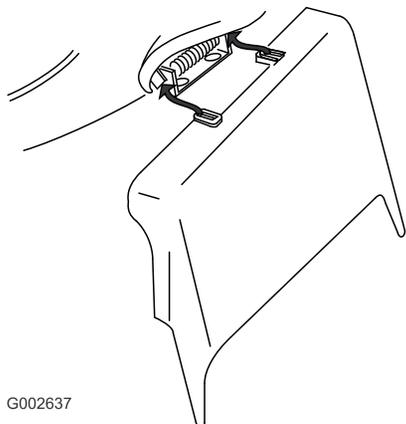

Figura 33
- Montate il condotto di scarico laterale e chiudete lo sportello sul condotto (Figura 33).